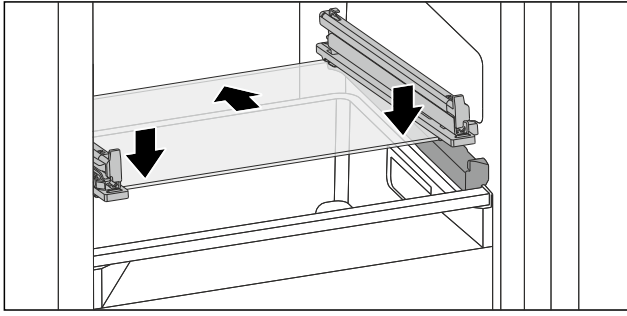

Fig. 74 Glasplatte des abklippbaren Schubfachs
- Glasplatte schräg hinter den Stopperrn aufsetzen. (siehe Fig. 74)